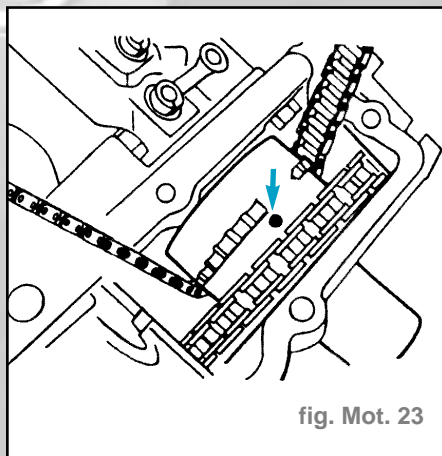

fig. Mot. 23
- La marque sur la roue pour chaîne sur la pompe d'injection doit être orientée vers le haut (fig. Mot. 23).